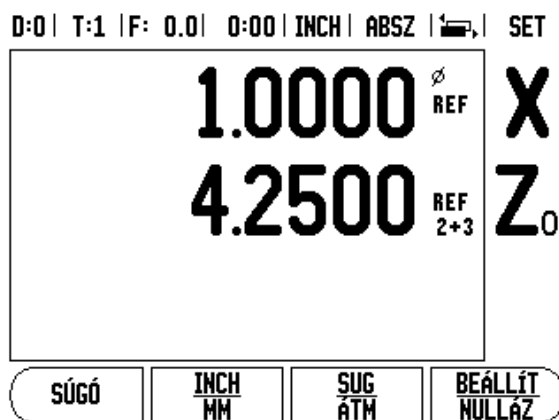

Fig. II.4 Z párosítás engedélyezése
- ▶ Nyomja meg az egység hátulján lévő jeladóbemenetre vonatkozó számbillentyűt. Nyomja meg a **+** vagy a **-** funkciógombokat a második bemenet elsőhöz történő párosításához. A bemenet számai a tengelycím mellett jelennek meg, jelezve, hogy az a pozíció egy párosított pozíció (pl.: "2 + 3"). Lásd Fig. II.4.
A Z₀ és a Z tengely párosításához, és az eredmény kijelzéséhez a Z₀ ablakban, nyomja meg és tartsa lenyomva a Z₀ gombot körülbelül 2 másodpercig. A Z pozíciók összege a Z₀ ablakban jelenik meg, és a Z ablak elsötétül. Lásd Fig. II.4.